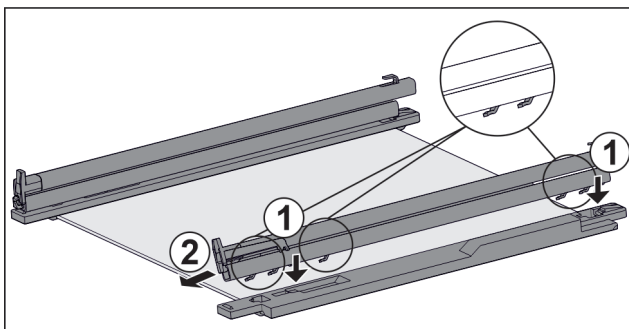

Fig. 38 Sklenená doska s kolajničkami a prídržnými dielmi
- ▶ Nasadte háky kolajničky na otvory **ľavého** prídržného dielu. Fig. 38 (1)
- ▶ Potiahnite kolajničku dopredu. Fig. 38 (2)
- ▶ Nasadte háky kolajničky na otvory **pravého** prídržného dielu. Fig. 38 (1)